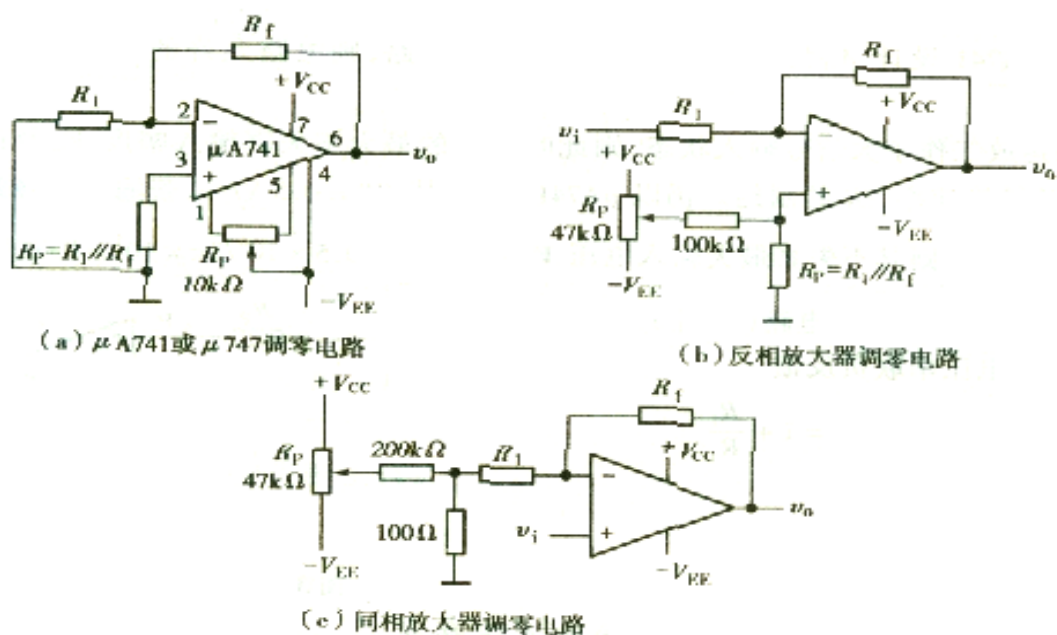

图 3.2.1 常见的调零电路
(1) 若无特殊要求，应尽量选用通用型运放。当一个电路中有多个运放时，建议选用双运放（如 LM358）或四运放（如 LM324 等）。
(2) 应正确认识、对待各种参数，不要盲目片面追求指标的先进，例如场效应管输入级的运放，其输入阻抗虽高，但失调电压也较大，低功耗运放的转换速率必然也较低；各种参数指标是在一定的测试条件下测出的，如果使用条件和测试条件不一致，则指标的数值也将会有差异。
(3) 当用运放作弱信号放大时，应特别致意选用失调以及噪声系数均很小的运放，如 ICL7650。同时应保持运放同相端与反相端对地的等效直流电阻等。此外，在高输入阻抗及低失调、低漂移的高精度运放的印刷底板布线方案中，其输入端应加保护环。
(4) 当运放用于直流放大时，必须妥善进行调零。有调零端的运放应按标准推荐的调零电路进行调零；若没有调零端的运放，则可参考图 3.2.1 进行调零。
(5) 为了消除运放的高频自激，应参照推荐参数在规定的消振引脚之间接入适当电容消振，同时应尽量避免两级以上放大级级连，以减小消振困难。为了消除电源内阻引起的寄生振荡，可在运放电源端对地就近接去耦电容，考虑到去耦电解电容的电感效应，常常在其两端在并联一个容量为 0.01~0.1 $\mu$ F 的瓷片电容。